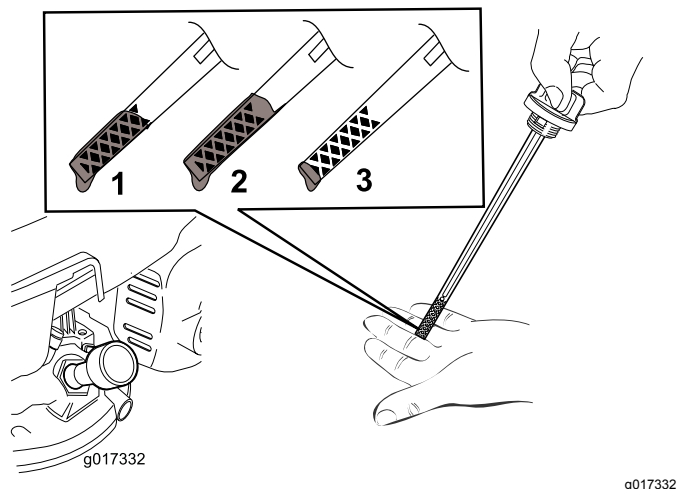

図 7
2. ディップスティックを外す 図 7。
注 ディップスティックで量を確認しながら 図 7 に示される適正量までオイルを入れる。オイルを入れすぎてしまった場合には、**エンジンオイルの交換 (ページ 16)**の項に従って余分なオイルを抜き取ってください。